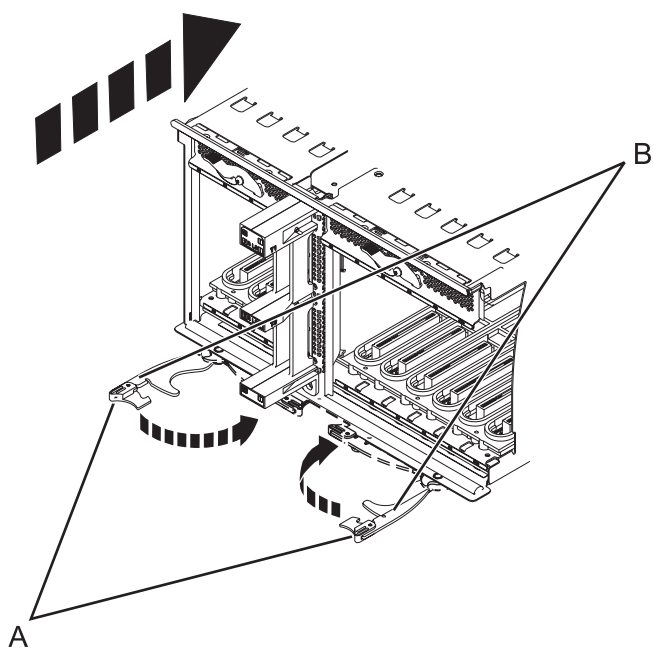

Figura 91. Instal·lació de la placa del sistema d'E/S en un model muntat en bastidor
9. Inserir la placa del sistema d'E/S fermament al servidor, com es mostra a la Figura 91 a la pàgina 134.
10. Fixeu la placa del sistema d'E/S amb les pestanyes de bloqueig (A), com es mostra a la Figura 91 a la pàgina 134.